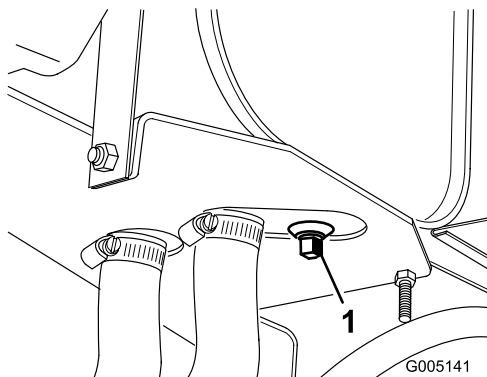

Figure 47
1. Enlevez le bouchon de vidange du réservoir (Figure 47) et laissez l'huile s'écouler dans un bac de vidange. Revissez le bouchon de vidange en place lorsque toute l'huile s'est écoulée.